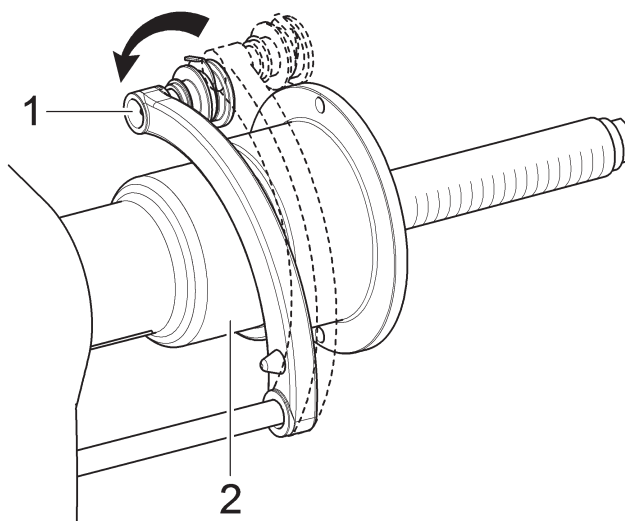

Fig. 45
Poniendo reiteradamente el brazo del palpador (Fig. 45 Ref. 1) en contacto con el mandril (Fig. 45 Ref. 2), el programa pasara cíclicamente de "ESTÁTICO" a "ESTÁTICO 1" a "ESTÁTICO 2", y después vuelve a empezar desde el principio.
2. si se pone la pinza de aplicación pesos en contacto con la parte interna de la llanta (2 puntos de contacto) (véase Fig. 45) se selecciona el programa "ALU-S";
Poniendo reiteradamente el brazo del palpador (Fig. 45 ref. 1) en contacto con el mandril (Fig. 45 ref. 2), el programa pasara cíclicamente de "ALU-S" a "ALU-S1" a "ALU-S2", y después vuelve a empezar desde el principio.
1. retire el brazo calibre de distancia/diámetro y ponga la pinza de aplicación de peso en contacto con la parte interior de la llanta como se muestra en Fig. 45;